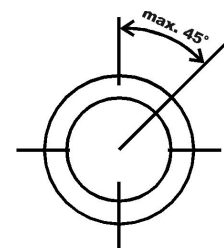

Abb. 1
- ↪ Die Schalter dürfen Sie nur senkrecht stehend einbauen, Abweichung max. 45° (→ Abb.1).